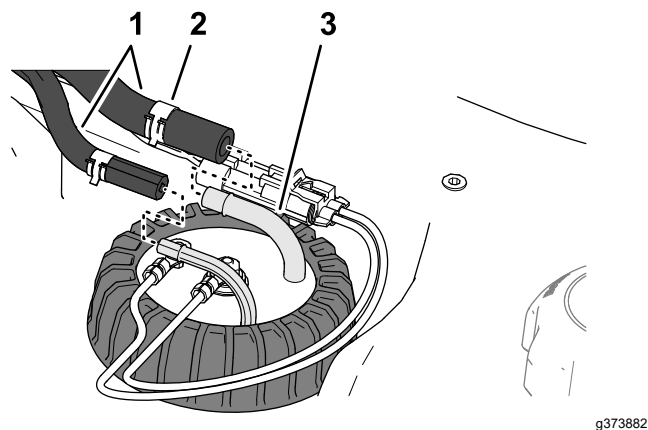

Figura 129
5. Montați furtunul pe fittingurile transmițătorului pentru combustibil și fixați furtunurile de fittinguri cu ajutorul clemelor (Figura 129).